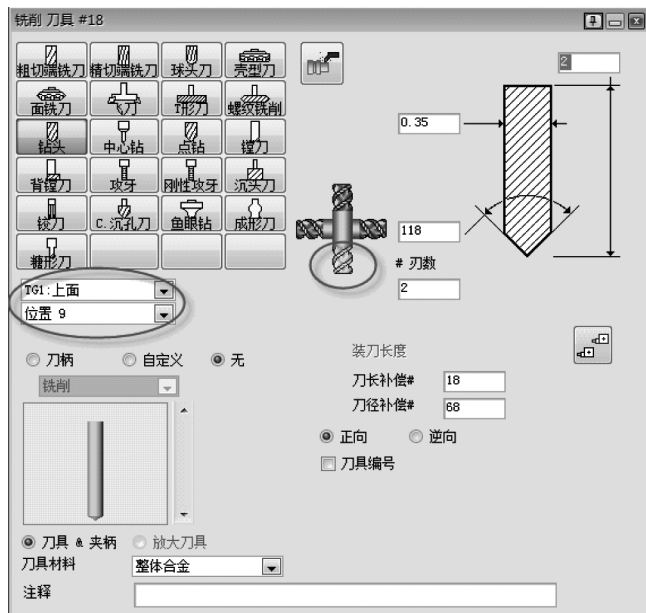

图 5-37 铣削刀具#18
20) 创建铣削刀具#18，如图 5-37 所示。注意：此刀具属于 TG1。